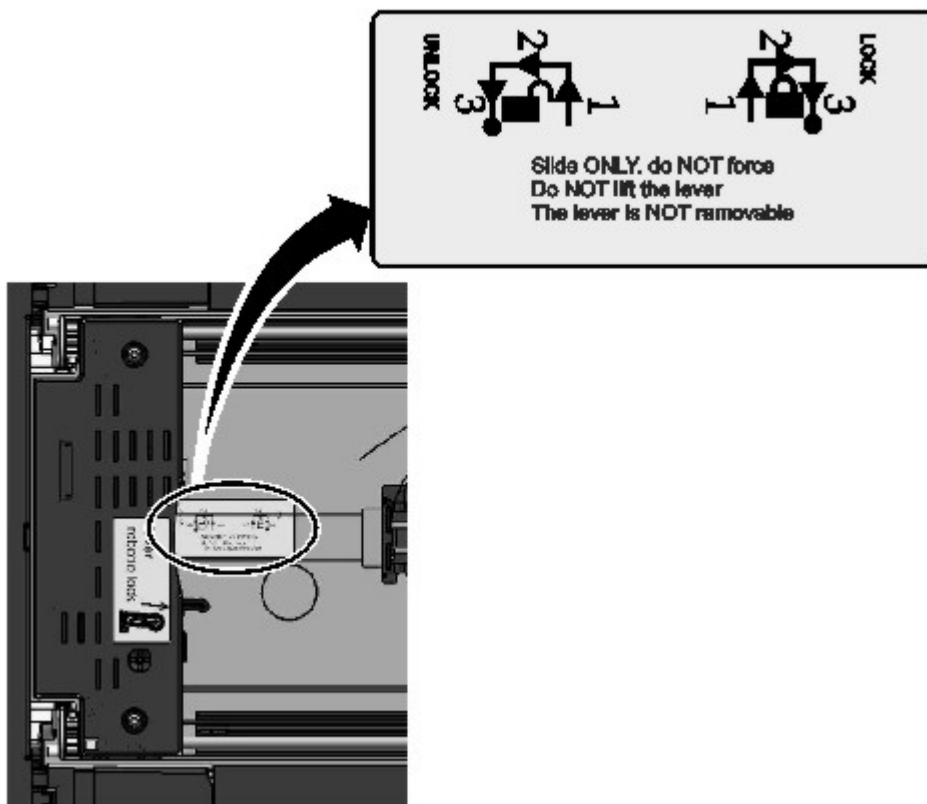

図 71. ロボットのアンロック
10. レバーをアンロックして、アクセサを脇に置きます。150 ページの図 71 を参照してください。